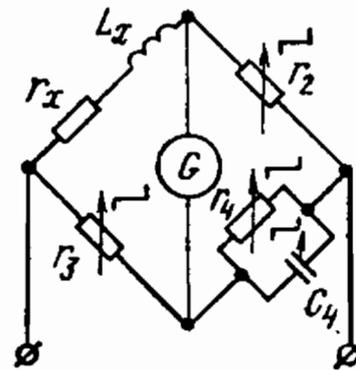

Рис. 12.30
12.30. Определить индуктивность катушки, включенной в мост, схема которого приведена на рис. 12.30, если после уравни-